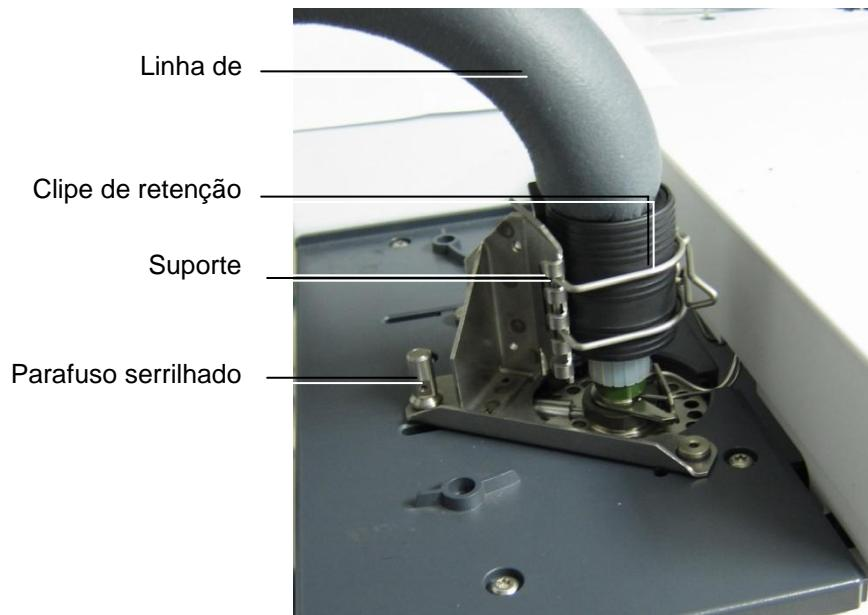

Figura 19 Linha de transferência instalada na entrada do 7820A
8. Instale o clipe de retenção no suporte. Ajuste a posição do clipe de modo que suporte a linha de transferência na posição mais alta possível, acima do GC, conforme exibido na **Figura 19**.